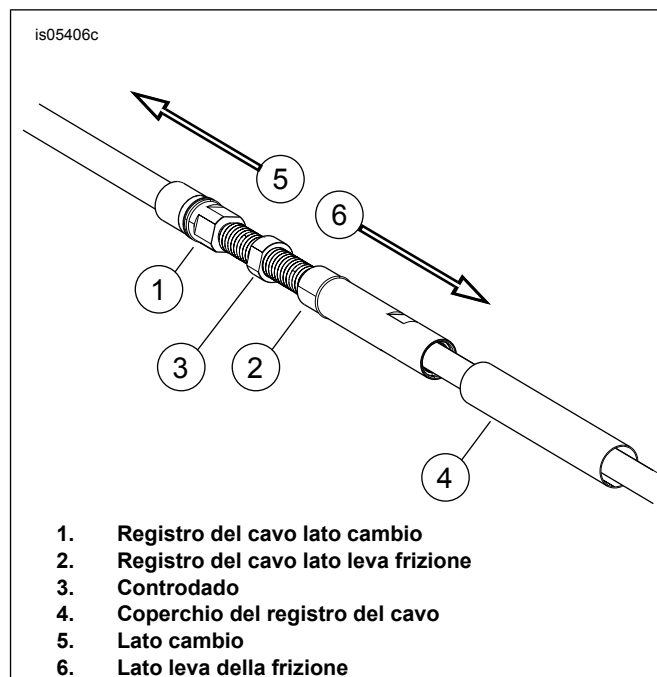

Figura 4. Registro del cavo della frizione
1. Vedere la figura 4. Far scorrere il coperchio del regolatore del cavo della frizione (4) per accedere al controdamo (3).